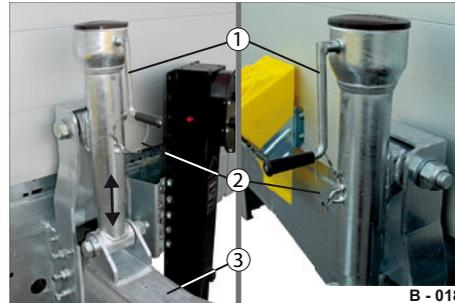
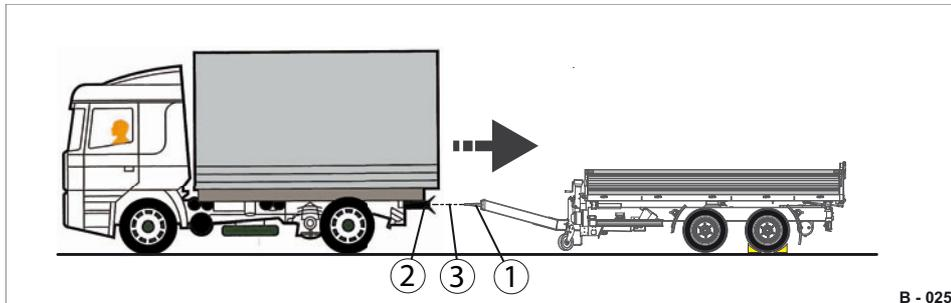

Abb. 23 Höhenverstellung des Zugrohrs
Abb. 25 Kuppeln
- ▶ Klemmen Sie das Sicherungsseil (Abb. 23/2) ab.
- ▶ Drehen Sie die Kurbel (Abb. 23/1) rechts bzw. linksrum und passen Sie die Höhe des Zugrohrs (Abb. 23/3) der Bolzen-Kupplung (Abb. 25/2) an der Zugmaschine an.
- ▶ Öffnen Sie die Bolzen-Kupplung (Abb. 25/2).
- ▶ Setzen Sie die Zugmaschine zurück, so dass die Zugöse (Abb. 25/1) in der Bolzen-Kupplung einrastet.